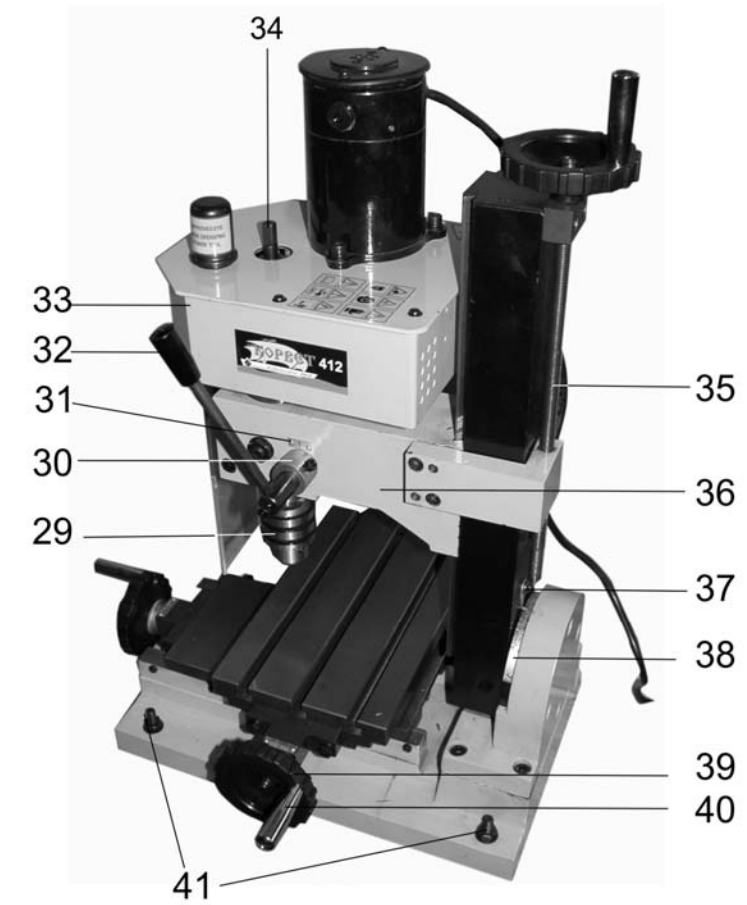

Рис.3
10.1.5. Проверьте надёжность закрепления сверлильного патрона (29) (цангового патрона, фрезы (см. п.п. 11.1)), Рис.3,7.